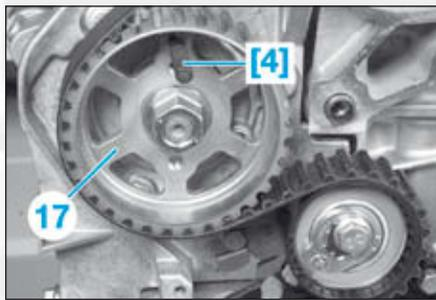

FIG.8
- Piger le pignon de pompe haute pression (17) à l'aide de la pige [4] (Fig.8).